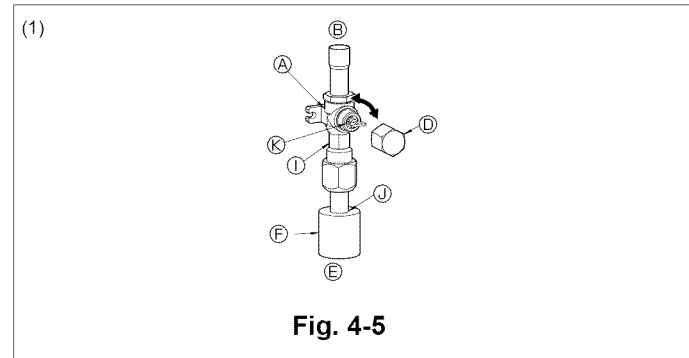
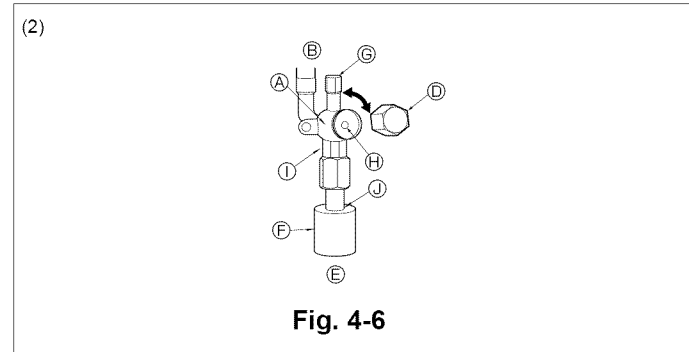

Fig. 4-5
Fig. 4-6
(1) Côté gaz de A24-A42 (Fig. 4-5)
- ① Enlever le capuchon, ramener la poignée vers soi et la tourner d'un quart de tour en sens inverse des aiguilles d'une montre pour ouvrir la vanne.
- ② Vérifier que la vanne d'arrêt est complètement ouverte, appuyer sur la poignée et tourner le capuchon pour le ramener sur sa position d'origine.
(2) Côté liquide de A24-A42 et côté gaz/liquide de A12, A18 (Fig. 4-6)
- ① Retirez le bouchon, et tournez la tige de soupape à fond dans le sens antihoraire avec une clé hexagonale de 4 mm. Arrêtez de tourner quand elle frappe la retenue. (ø6,35, 1/4 inch: env. 4,5 tours) (ø9,52, 3/8 inch: env. 10 tours)
- ① Vanne
- ② Côté appareil
- ③ Coté de fonctionnement
- ④ Capuchon
- ⑤ Côté tuyau local
- ⑥ Gaine du tuyau
- ⑦ Orifice pour l'entretien
- ⑧ Orifice pour la clé